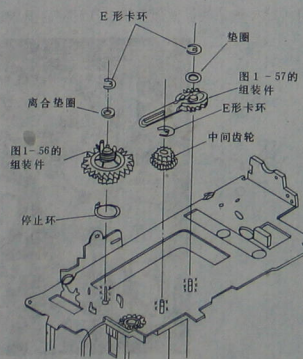
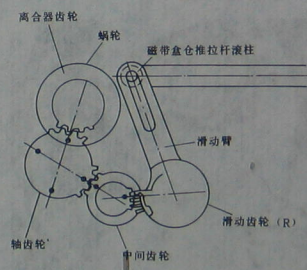
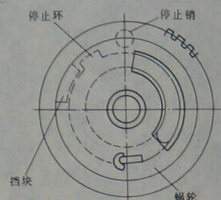

图 1-59 磁带盒仓右侧各个齿轮的组装
图 1-60 蜗轮和离合器齿轮的组装(1)
图 1-61 蜗轮和离合器齿轮的组装 (2)
5) 参照图 1-59、图 1-60、图 1-61, 组装磁带盒仓右侧的各个齿轮。
组装图 1-60 所示蜗轮和离合器齿轮时, 应装好停止环与离合器齿轮, 并使停止环的凸面与蜗轮的挡块处于图 1-61 所示的相互位置关系上。